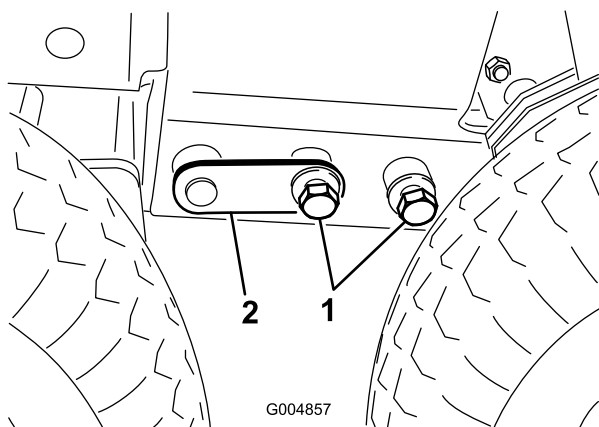

Figura 111
34. Ajuste o apoio de solo ou balance a cabina com as mãos conforme necessário para instalar os parafusos (3/4 pol.) em cada lado (Figura 111).